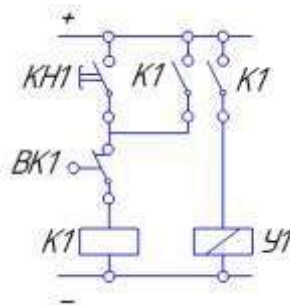

Рисунок 22.1– Вариант 1 Изучение схем включения электромеханического датчика положения штока гидроцилиндра.
- 1 Начертить электрическую схему рис.22.1, 22.2.